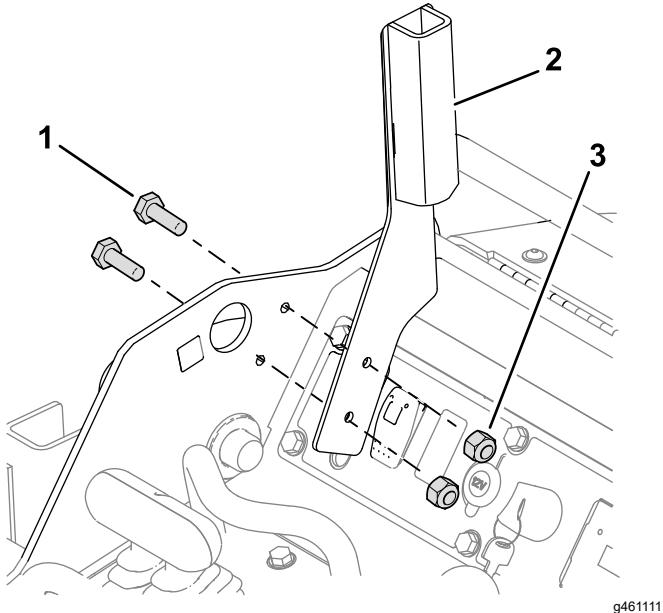
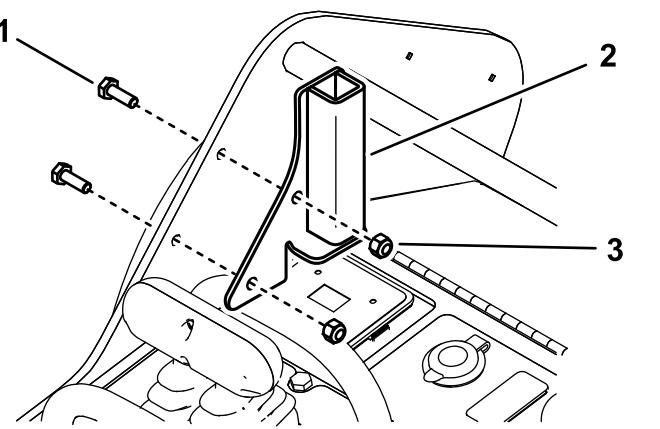

Рисунок 6
Рисунок 7
- Установите левый кронштейн щитка, выбранный в разделе **2 Выбор подходящего кронштейна щитка (страница 2)**, на левую раму с помощью 2 болтов (1/4 x 3/4 дюйма) и 2 контргаек (1/4 дюйма), как показано на **Рисунок 6** и **Рисунок 7**.